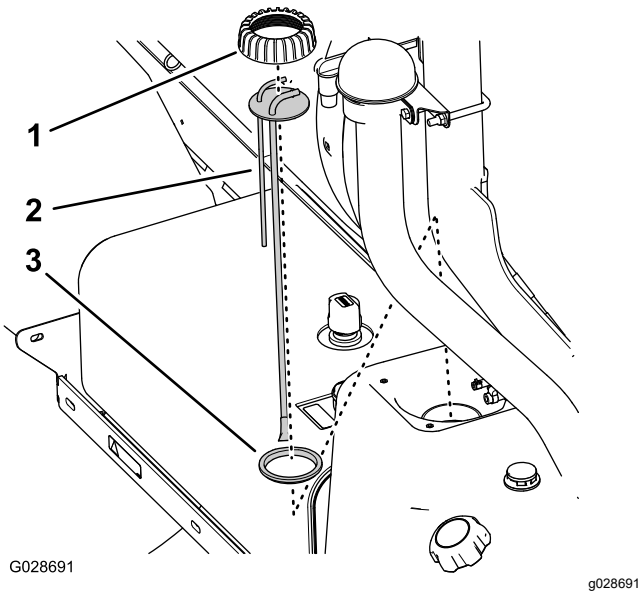

图 82
5. 逆时针旋转燃油立针管/传感器帽然后将其取下 图 82。
- 从油箱中提起燃油立针管/传感器组件图 82。
- 将立针管帽装到立针管上然后将立针管放到密封件上图 82。
- 将立针管帽、立针管和密封件与油箱对齐将新的立针管组件小心插入油箱图 82。
- 将立管帽螺到油箱颈上然后用手拧紧立管帽图 82。